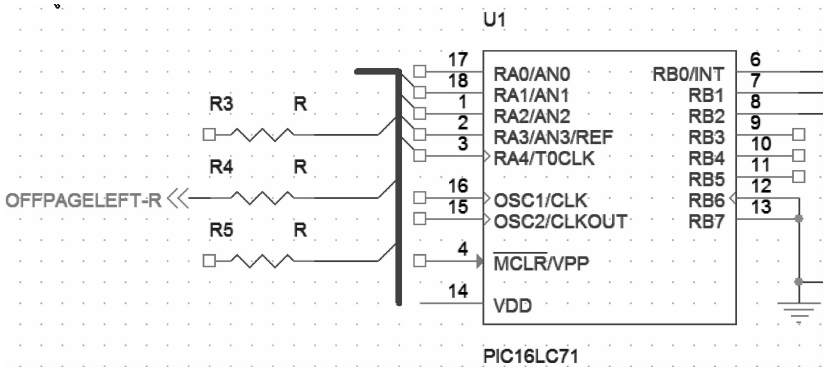

图 6-31 放置页间连接符
- 单击  按钮，退出对话框，在鼠标上显示浮动的页间连接符，移动光标到需要放置夜间连接符的地方，单击鼠标即可完成放置，如图 6-31 所示。此时鼠标仍处于放置页间连接符的状态，重复操作即可放置其他的页间连接符。